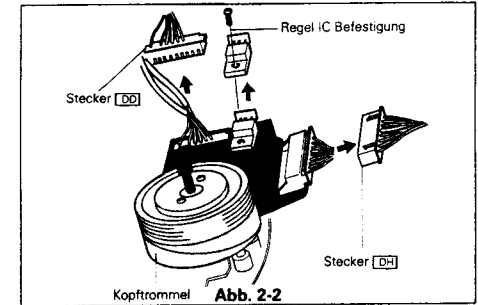

Abb. 2-2
- Entfernen Sie die Befestigungsschraube des Regulator IC und lösen Sie das IC wie in Abb. 2-2.